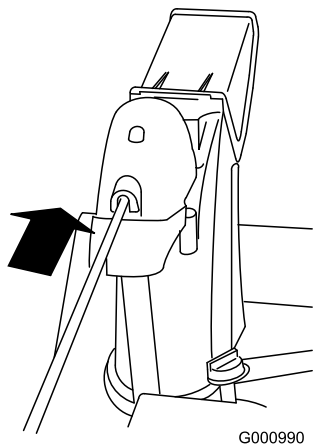

Bild 15
- Setzen Sie das vordere Ende des Einstellgestänges in die Öffnung hinten an der Getriebeabdeckung des Auswurfkanals, bis es in das Auswurfkanalgetriebe gleitet (Bild 15).